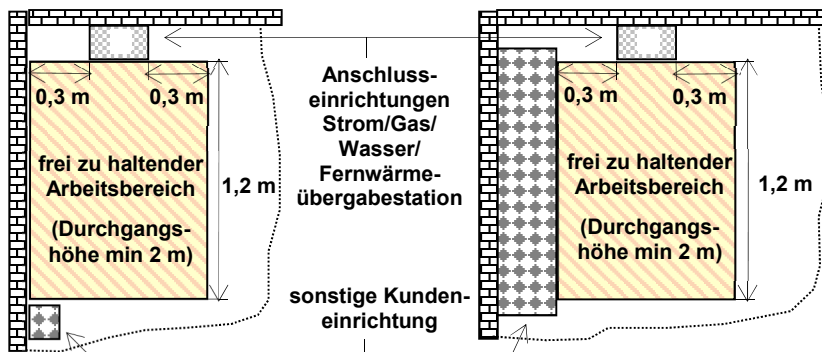

Abbildung 1: Die dauerhaft frei zu haltenden Bedien- und Arbeitsflächen für Anschlusseinrichtungen
**WICHTIG:** Damit Ihr Installateur und das Personal des NB / WVU die Anschlusseinrichtungen sicher bedienen können, müssen notwendige **Bedien- und Arbeitsflächen** im Hausanschlussraum eingeplant werden und auch nach Baufertigstellung dauerhaft frei zugänglich sein (siehe Abb. 1 unter Anhang 1).